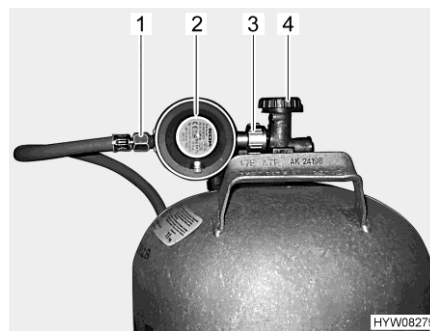

Fig. 89 Raccord bouteille de gaz
- Fermer le robinet principal (Fig. 89,4) de la bouteille de gaz. Observer le sens de la flèche.
- Maintenir le régulateur de pression du gaz (Fig. 89,2) et ouvrir la vis moletée (Fig. 89,3) (en général filetage à gauche).
- Retirer le régulateur de pression du gaz avec la lyre (Fig. 89,1) de la bouteille de gaz.
- Placer le régulateur de pression du gaz (Fig. 89,2) avec la lyre (Fig. 89,1) sur la bouteille de gaz et serrer la vis moletée (Fig. 89,3) (en général filetage à gauche). **Ne pas** serrer trop fort.